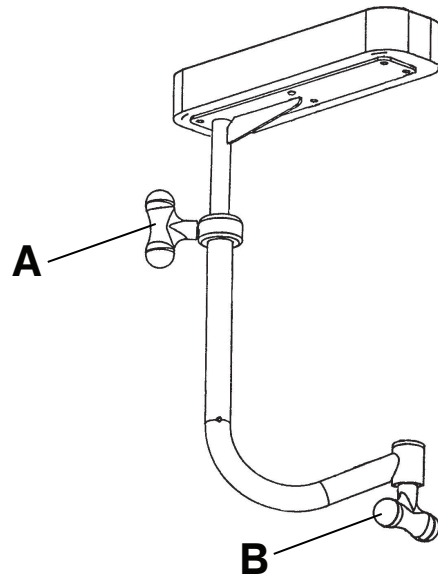

Abbildung 3 – Einstellen der optionalen Handgelenkstütze
1. Den Knopf (A) gegen den Uhrzeigersinn drehen (Abbildung 3).
3. Den Knopf (A) im Uhrzeigersinn drehen, bis die Handgelenkstütze gesichert ist.
1. Den Knopf (B) gegen den Uhrzeigersinn drehen (Abbildung 3).
3. Den Knopf (B) im Uhrzeigersinn drehen, bis die Handgelenkstütze gesichert ist.